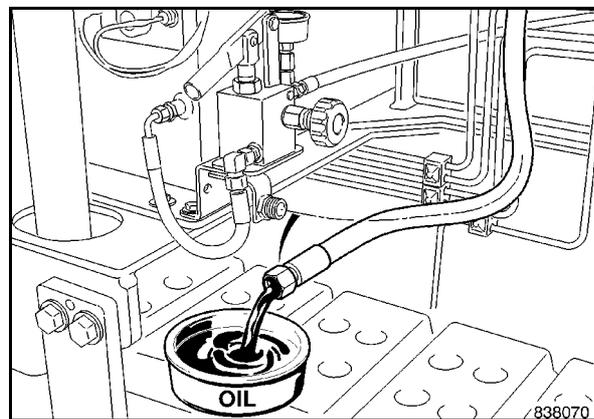

Fig. 153
- Svitare il tubo flessibile di scarico, (Fig. 153) e raccogliere l'olio che fuoriesce.